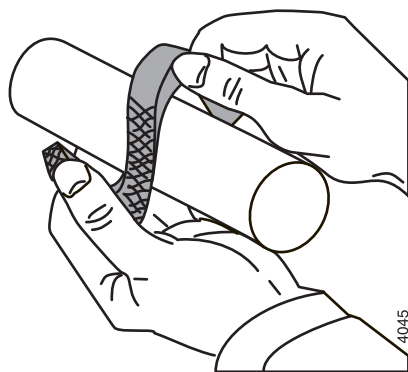

Bild 7: Öppning av packningsringar för packboxpackning.
- 2 Böj upp packningsringen axiellt, se bild 7 och lägg den om pumpaxeln. Se till att skårorna blir 90° förskjutna mot varandra.
- 4 Böj upp den första packningsringen som i bild 7 och för den om axeln. Tryck fast ringen ordentligt med hjälp av en lämplig, kluven rörbit.